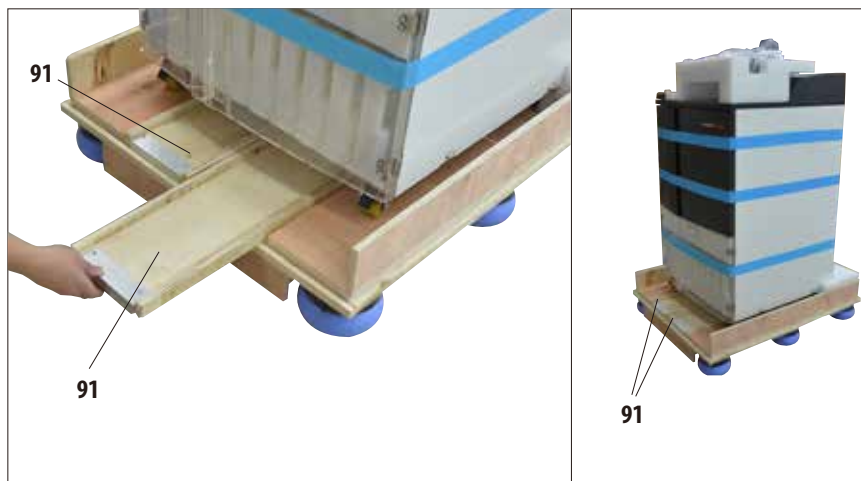

図 8
- 装置の下からスロープ用レール (91) 2 枚を手前に引き出します (図 8)。